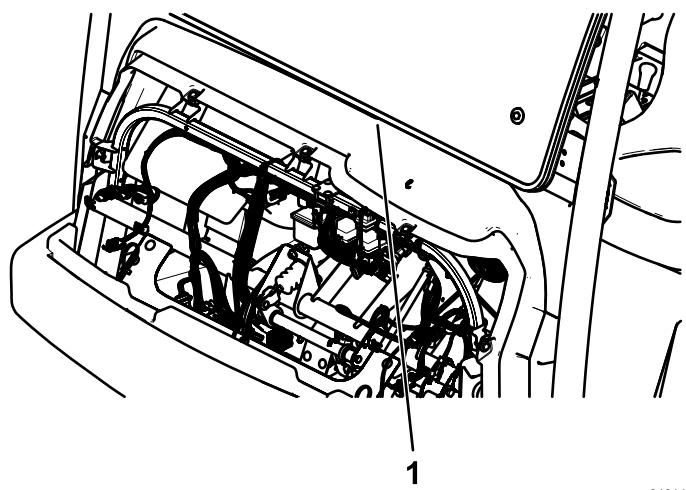

Рисунок 38
- Устранимте зазор между приборной панелью и кабиной, отрегулировав положение самонарезающего болта ($\frac{1}{2} \times 4$ дюйма) так, чтобы упорная пластина была прижата вверх к приборной панели (Рисунок 38).